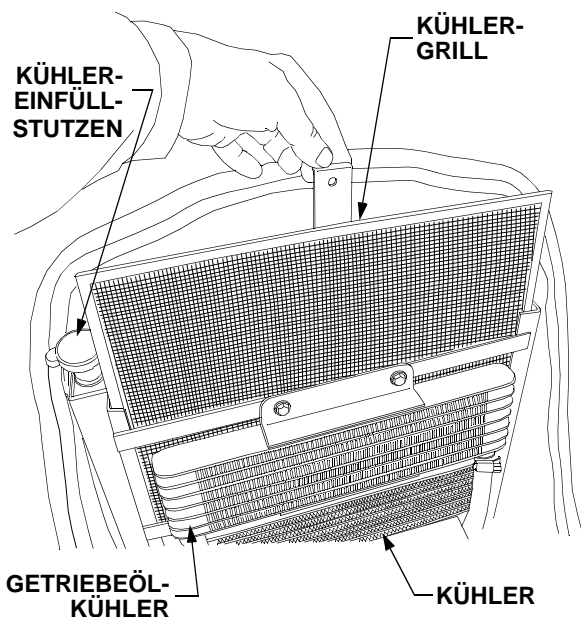

Abbildung 50
Zum Abnehmen des Kühlergrills die Haube öffnen und den Grill vorsichtig an der Zunge in der Mitte herausheben. Grill mit Wasser abspülen, um seine Oberfläche zu reinigen. Siehe Abbildung 50.
- Den Kühlerdeckel gegen den Uhrzeigersinn bis zur ersten Raste drehen, um den Druck zu entlasten. Siehe Abbildung 50.
- Den Kühlerdeckel gegen den Uhrzeigersinn bis zum ersten Anschlag drehen, dann nach unten drücken und gegen den Uhrzeigersinn drehen, um ihn abheben zu können. Siehe Abbildung 50.